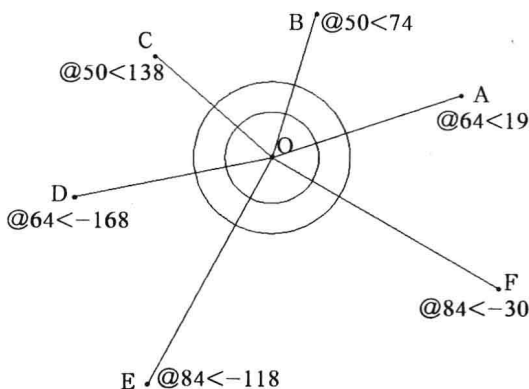

图 3-7-1
(1) 在“绘图”面板中,单击“圆心、半径”按钮 \odot ,单击一点,输入“15”,按Enter键。再次单击“圆心、半径”按钮 \odot ,捕捉并单击圆心,输入“25”,按Enter键。
(2) 在“绘图”面板中,单击“直线”按钮 \diagup ,捕捉并单击圆心,输入直线另一端点的相对极坐标“@64<19”,按两次Enter键,绘制长度为64,与X轴角度为逆时针19度的斜线OA。
(3) 单击“直线”按钮 \diagup ,捕捉并单击圆心,输入直线另一端点的相对极坐标“@84<-30”,按Enter键,绘制长度为84,与X轴角度值为30的斜线OF。
(4) 用同样的方法绘制其他的直线,如图3-7-1所示。